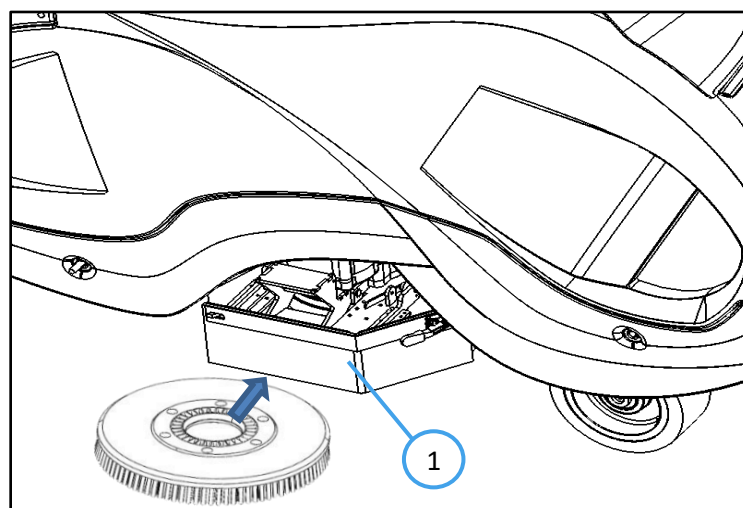

Fig. 2
3. 3. Faites glisser la brosse sous le robot et alignez-la avec l'embrayage (Fig 2).